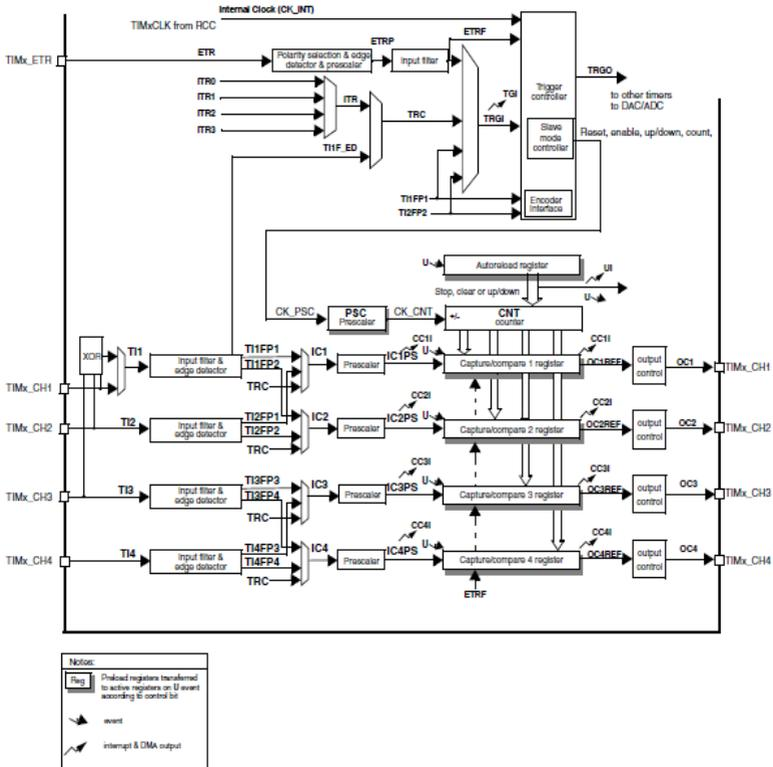

Рис. 1.18 – Структура счетчика-таймера общего назначения
- Предусмотрена возможность совместной работы CH1 и CH2 (режим энкодера, ШИМ) и CH2, CH3 (режим ШИМ). Имеется возможность канал 1 подключить к выводу CH2, а канал 2 – к выводу CH1; канал 3 – к выводу CH4, а канал 4 – к выводу CH3 (рисунок 1.18).
На общей структуре (рисунок 1.18) **ICnPS** – сигнал, по которому происходит сохранение текущего значения счетчика в соответствующем регистре захвата **TIMxCCRn**.